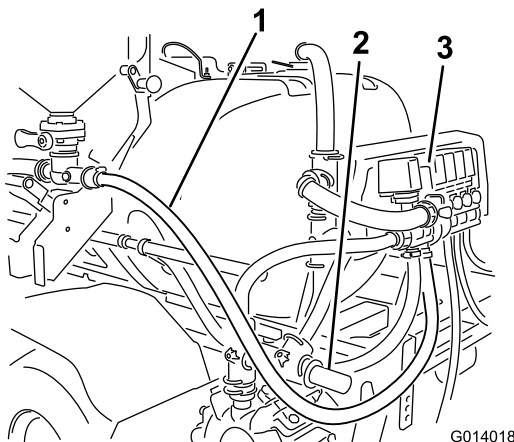

図 27
1. 給液ホースの開口端を機体後部へ引く。ホースは、ポンプを通り越して、逃がしバルブの下を通してバルブ・アセンブリの方へ引き返す（図 27）。
2. 攪拌ホースの下ではあるが、中央ブームの左側のマウントよりは高い位置に保持しつつ、ホースを上へ引き上げてエダクタバルブ・アセンブリにまで到達させる（図 27）。